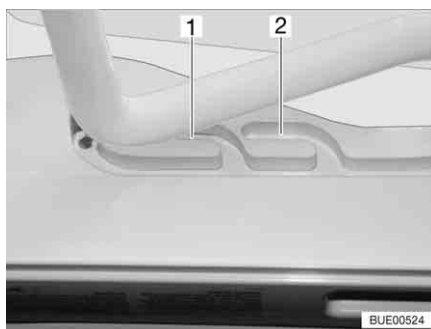
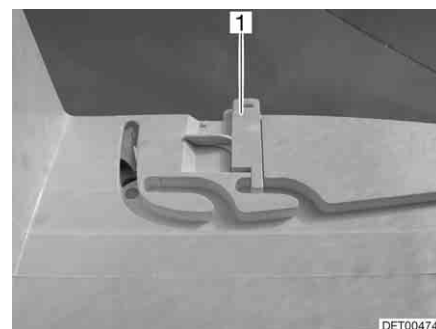

Fig. 51 Oblò Heki in posizione di ricircolo d'aria
Fig. 52 Bloccaggio della posizione di ricircolo d'aria
È possibile portare l'oblò Heki in due posizioni di ricircolo d'aria: Posizione brutto tempo (Fig. 51,1) e posizione centrale (Fig. 51,2). A seconda del modello è possibile bloccare l'oblò nella posizione centrale con il chiavistello (Fig. 52,1).
- Premere la staffa leggermente verso l'alto, spingerla nella guida selezionata (Fig. 51,1 o 2) ed eventualmente bloccarla.